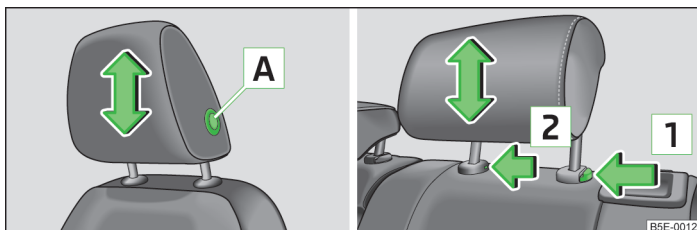

Fig. 49 Tetiera: față/spate
- ▶ Prindeți **tetiera față** lateral, cu ambele mâini, apăsați tasta de siguranță **A** » fig. 49 și mențineți-o apăsată și deplasați tetiera.
- ▶ Prindeți **tetiera spate** lateral, cu ambele mâini, și împingeți-o în sus » fig. 49.
- ▶ Apăsați tasta de siguranță în sensul săgeții **1** » fig. 49, în același timp apăsați cu o șurubelniță plată cu lățimea de max. 5 mm tasta de siguranță în orificiul **2** și trageți tetiera afară.